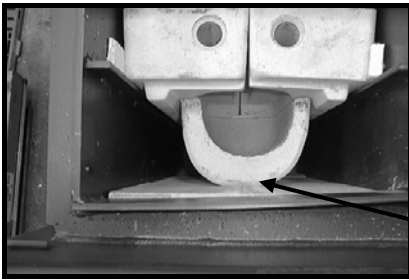

Fig. 3,1
8. Das Unterteil wird unter den rechten und linken Stein montiert. Die Lieferung beinhaltet 4 St. Isolierstreifen. Hiervon werden so viele zwischen Unterteil und Bodensteine geschoben, bis das Unterteil fest am rechten und linken Stein anliegt, siehe Fig. 3,1.